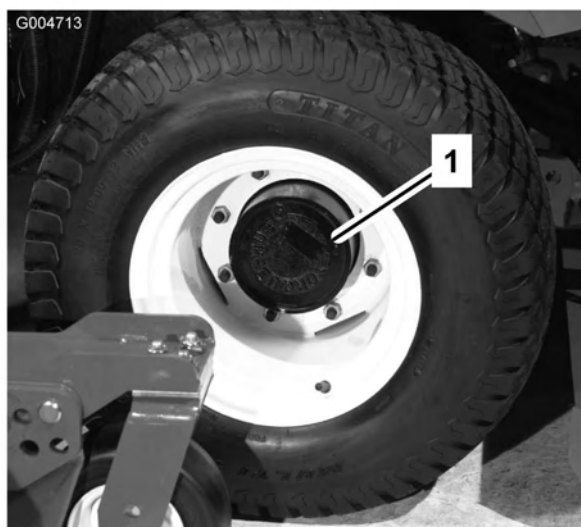

Figura 56
1. Coloque a máquina numa superfície nivelada e posicione a roda de forma a colocar o tampão (Figura 56) de verificação/escoamento na sua posição mais baixa.